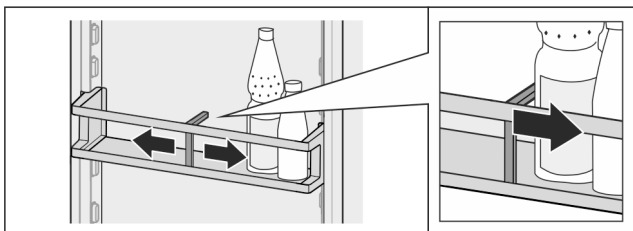

*Fig. 99*
- ▶ Coloque el cajón desde arriba. *Fig. 99 (1)*
- ▶ Introduzca el carro extraíble. *Fig. 99 (2)*